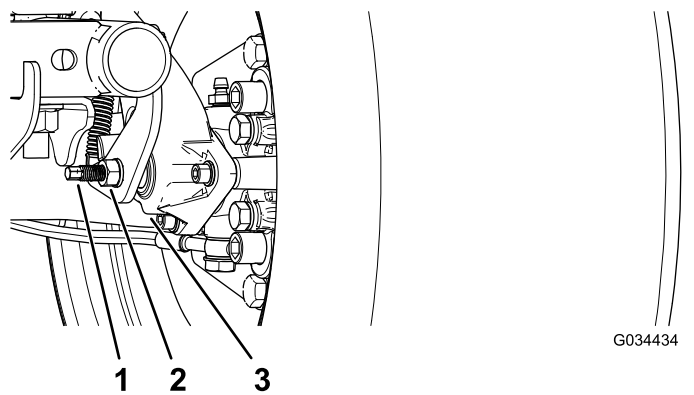

Figura 56
3. Utilizzando 2 chiavi, mantenete fermo il montante di regolazione sulla pinza con una chiave e allentate il controdado di 1/4 di giro con l'altra chiave (Figura 56).
4. Tenendo fermo il montante di regolazione e il controdado, girate il montante di regolazione per serrarlo (Figura 56).
5. Tenendo fermo il montante di regolazione e il controdado, allentate di 1/4 di giro (Figura 56).
6. Tenendo fermo il montante di regolazione e il controdado, serrate il controdado (Figura 56).